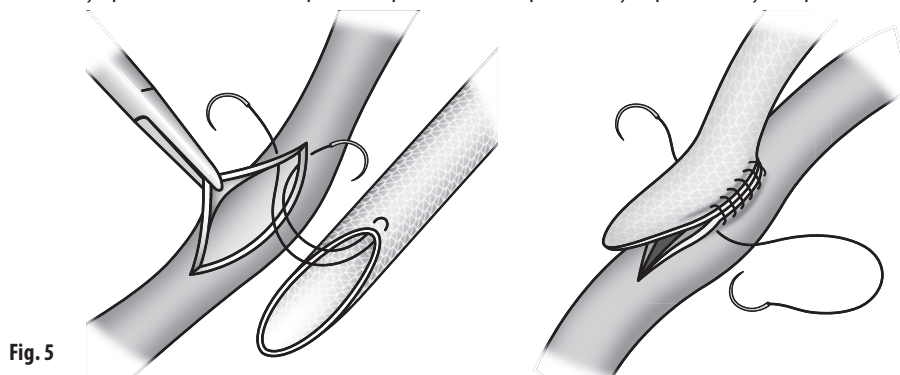

Fig. 5
2. Polipropilena monofilament este materialul de sutură preferat. În timpul suturării, întoarceți marginile protezei și asigurați-vă că la fiecare cusătură este preluată întreaga grosime a peretelui și un ochi de plasă. Fig. 5. Se recomandă să folosiți numai ace care nu taie atunci când suturați.